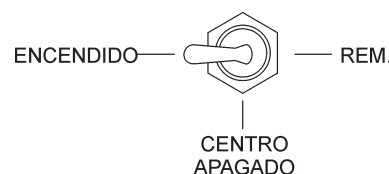

Figura 23. Interruptor de control de bombeo (On) (Encendido)
6. Coloque el interruptor de control de la bomba, a la posición **ON (ENCENDIDO)** (Figura 23) para una operación de bombeo normal. Coloque el interruptor en la posición **REM. (REMOTO)**, para la operación de bombeo a control remoto de la bomba LS-40D/LS-40TD/LS-50TD.